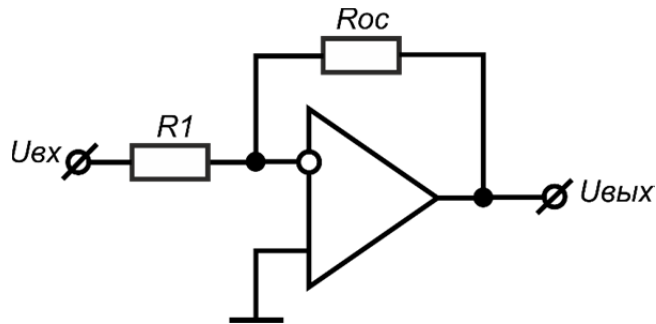

Рис. 3. Инвертирующий усилитель
1. *инвертирующий усилитель* (Рис. 3)